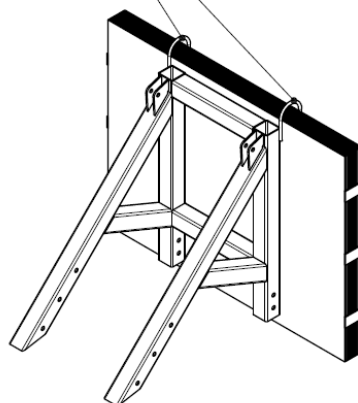
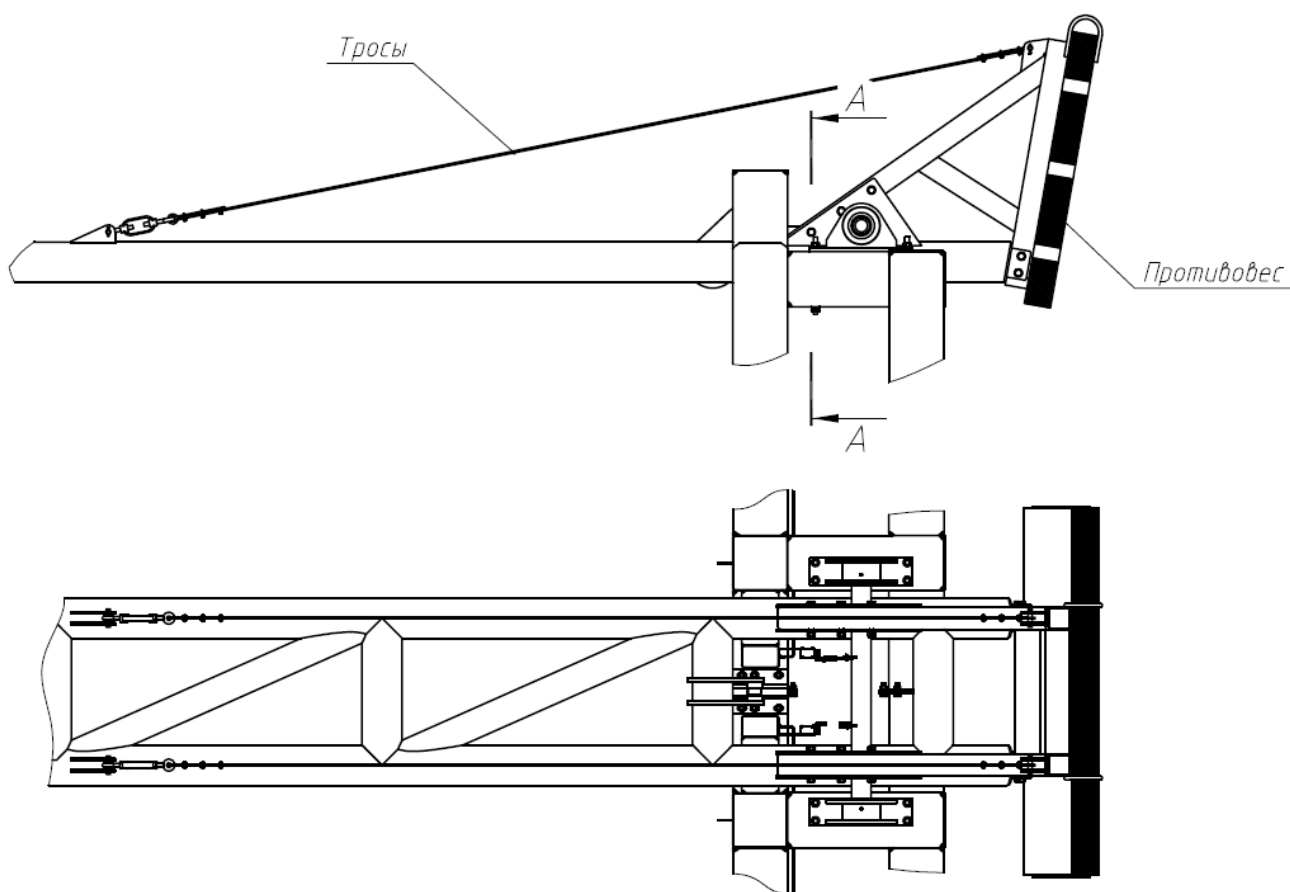

рис. 7.1
рис. 7.2
2.8 Установить на стрелу противовес и закрепить при помощи болтов М24х180 (рис. 7.2; 7.3). Для подъема противовеса использовать проушины (рис. 7.1) После чего натянуть тросы (рис.7.2). Тросы натягивать на полностью опущенной стреле при помощи талрепов. Сила натяжения тросов должна быть одинаковой и быть в пределах 400-500кг.